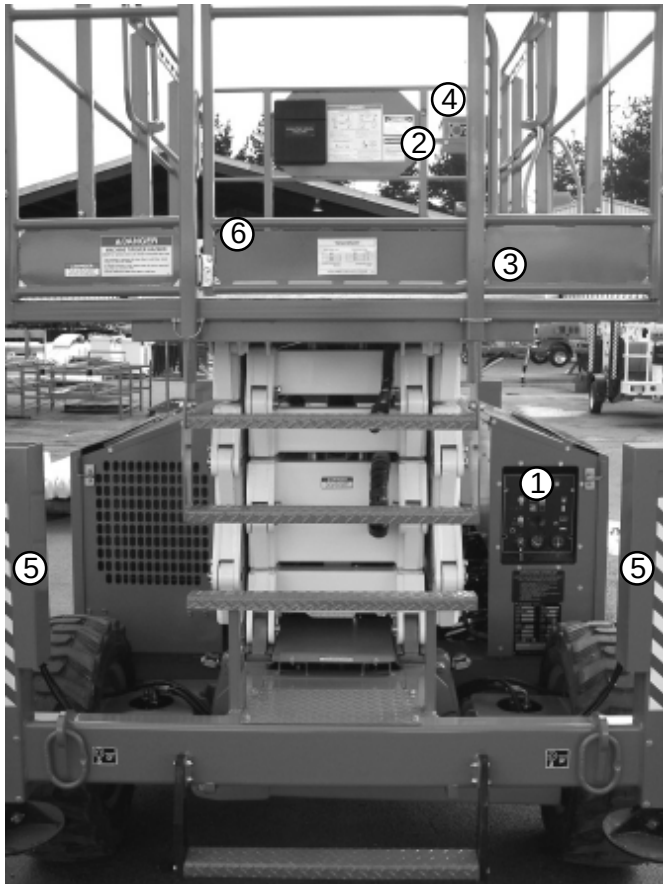

Fig. 10.1 - Korrekt hopfälld maskin
1. Sänka ned plattformen (3) helt, (se fig. 10.1).
2. Använd stödbensmanövrerna (4) för att dra upp alla fyra (4) stödbenen (5) helt, (se fig. 10.1).
3. Stäng plattformsgrenden (6) (se fig. 10.1) och stäng alla dörrar och luckor på maskinen.